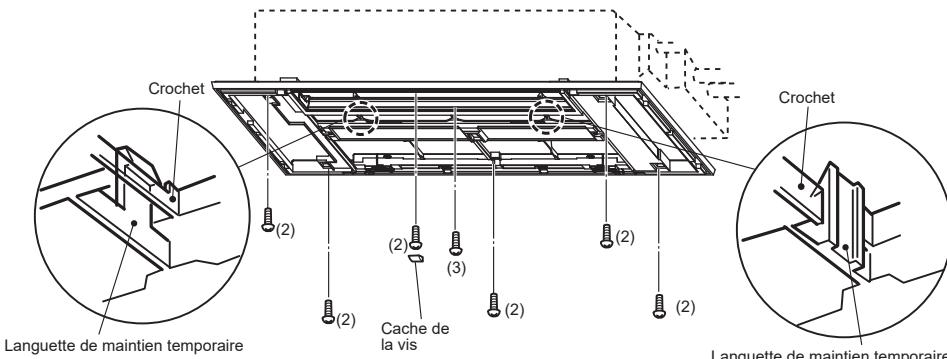

Fig. 5
- Fixez les languettes de maintien temporaires de la grille sur les crochets de l'unité interne. (Fig. 5)
Installez sans les serrer les 4 vis de fixation (2) situées près des angles. (Fig. 5)
- Serrez les vis de fixation (2) et la vis de fixation (3) située au milieu de la grille. (Fig. 5)